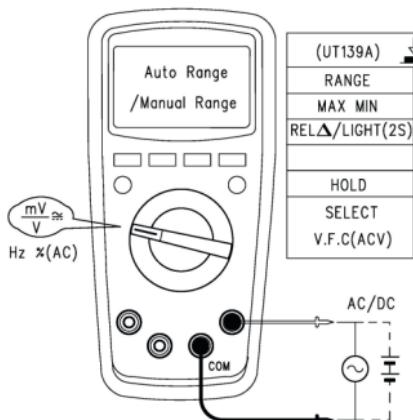

Fig. 2
1. Brancher le câble de mesure rouge au connecteur de mesure VΩ et le câble de mesure noir au connecteur de mesure COM. Se reporter à la Fig. 2.
3. Brancher les deux pointes de touche à l'objet à mesurer. Lorsque la tension d'entrée (CC) est négative, un Moins s'affiche devant la valeur de mesure.